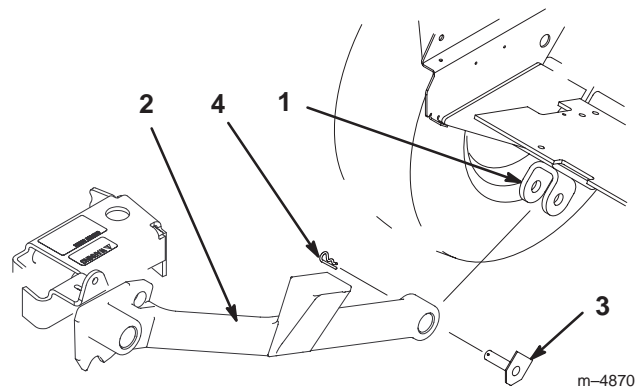

Bild 29
2. Stellen Sie das Chassis vor die Zugmaschine und positionieren Sie die Schubarme in den Lastösenbolzen (Bild 29).
3. Bringen Sie die Schubarme mit den Drehstiftgruppen an, die Sie mit der Flachseite gegen das Chassis positionieren und sichern die Gruppe mit Splinten ab (Bild 29).